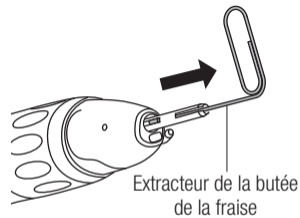

Fig. 4
2) Insérez l'extracteur de la butée de la fraise fourni dans le mandrin. Retirez la butée de la fraise en crochétant la fente de celle-ci. (Fig. 4)